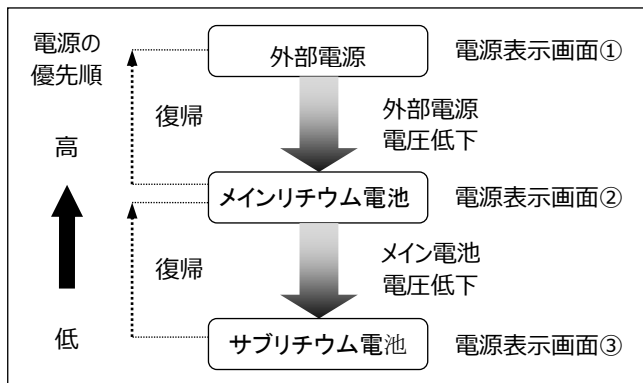

図9-9 電源の移行フロー図
- ・本器は、外部電源・メインリチウム電池・サブリチウム電池の3種類の電源で動作します。電源の優先順は外部電源>メインリチウム電池>サブリチウム電池の順です。(図9-9)